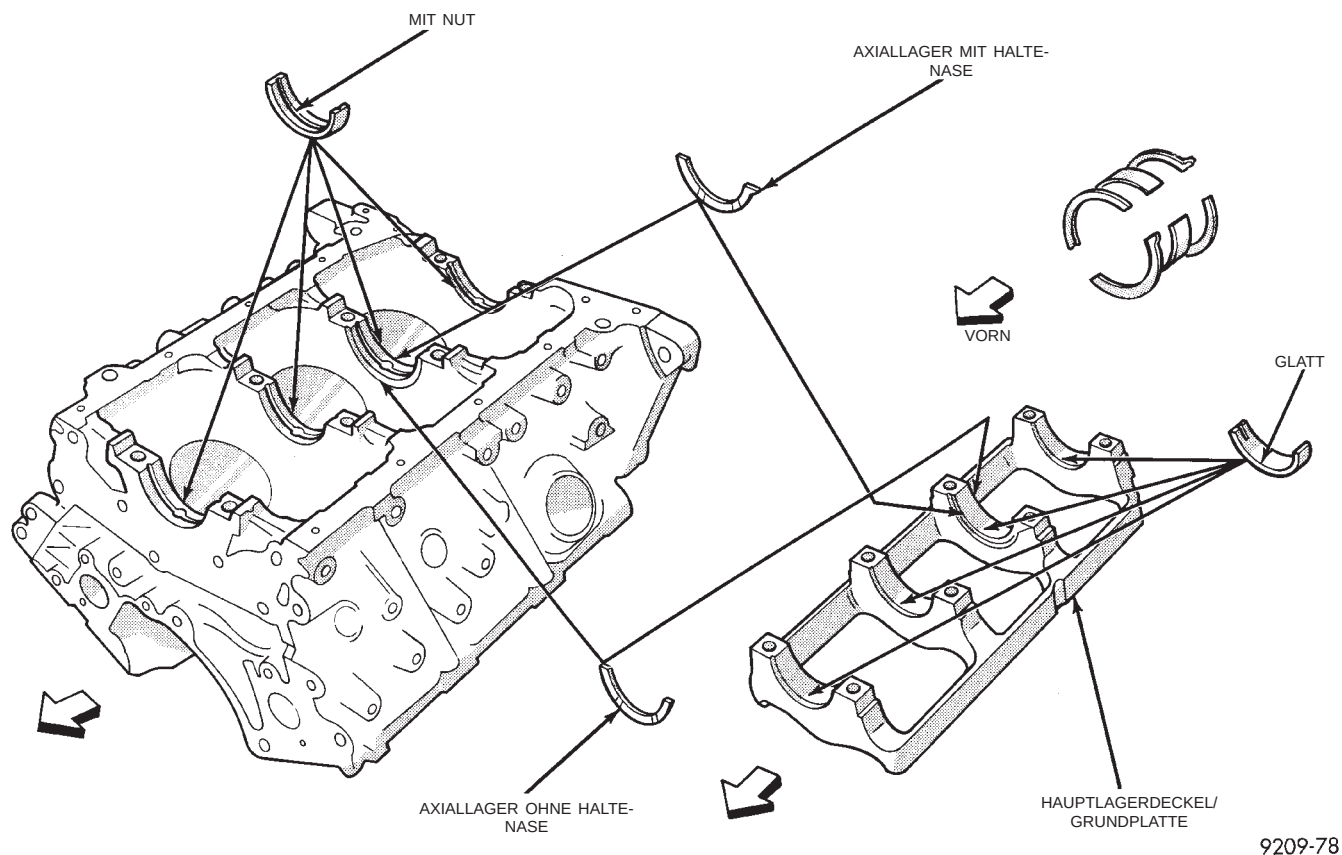
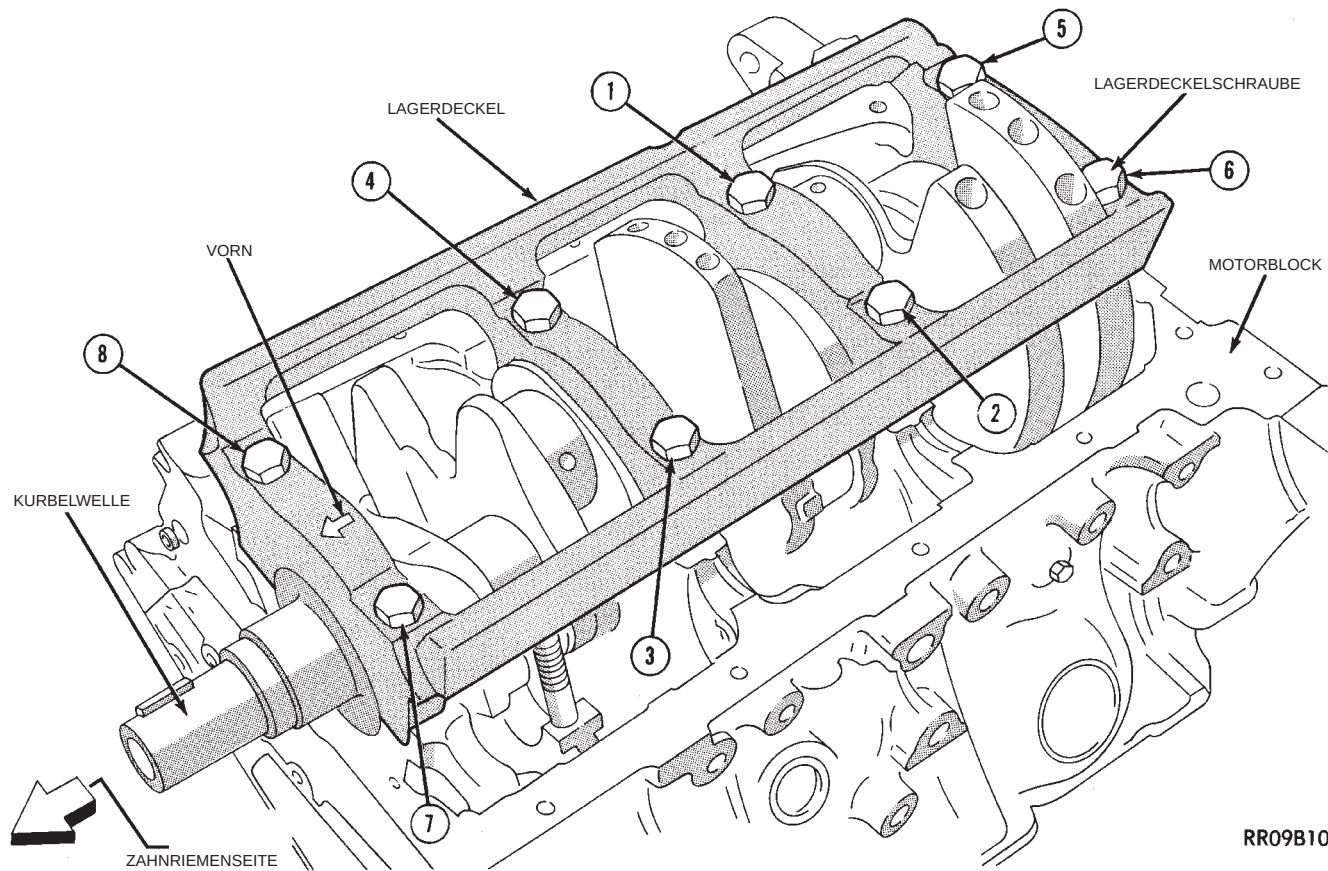

Abb. 69 Hauptlager einbauen
Abb. 70 Hauptlagerdeckel/Kurbelwelle
- (1) Obere Hauptlagerschalen einbauen; dabei darauf achten, daß die Schmierbohrungen korrekt ausgerichtet sind und die Haltenasen der Lager mit den entsprechenden Nasen in der Grundplatte übereinstimmen. Die oberen Lager sind mit Nuten versehen (Abb. 69).
- (2) **AXIALLAGER.** Die Axiallager der Kurbelwelle (Druckscheiben) sind am Lagerzapfen 3, getrennt von den Radiallagern angebracht. Die Axiallager sind unterschiedlich ausgeführt; eines besitzt Haltenasen, das andere ist glatt. Jeweils ein **Paar** Druckscheiben sitzt im Motorblock und ein **Paar** im Hauptlagerdeckel (Abb. 69).
- (3) Die glatte Seite der Druckscheiben leicht einölen und auf jeder Seite von Hauptlager 3 einsetzen. Die mit der Nut versehene Fläche muß in Richtung Kurbelwelle zeigen.
- (4) Lager sowie Zapfen ölen und Kurbelwelle einsetzen.
- (5) Untere Hauptlagerschalen ohne Schmiernuten in den Lagerdeckel der Grundplatte einsetzen.
- (6) Ein Paar Druckscheiben in den Lagerdeckel einsetzen.
- (7) Lagerdeckel vorsichtig so montieren, daß die Pfeile (Abb. 70) in Richtung Zahnriemensseite zeigen.
- (8) Gewinde der Lagerdeckelschrauben einölen, Schrauben eindrehen und nacheinander in der in (Abb. 70) gezeigten Reihenfolge mit einem Anzugsmoment von 94 N·m (69 ft. lbs.) festziehen.